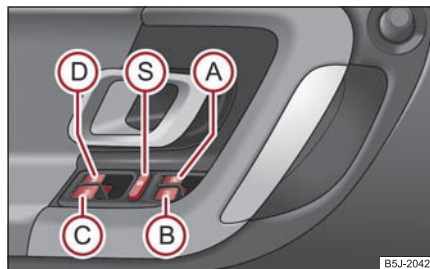

Fig. 43 Tastele din ușa conducătorului
Tastele pentru fiecare geam se găsesc în ușa conducătorului ⇒ pagina 50, fig. 43, pasagerului din dreapta și în ușile din spate*.
Apăsând comutatorul de siguranță  ⇒ pagina 50, fig. 43, puteți scoate din funcțiune tastele din ușile din spate. Apăsând încă o dată comutatorul de siguranță , puteți restabili funcționarea tastelor din ușile din spate.
- Când se transportă copii pe locurile din spate, vă recomandăm să scoateți din funcțiune comutatoarele din ușile din spate (comutatorul de siguranță)  ⇒ pagina 50, fig. 43.